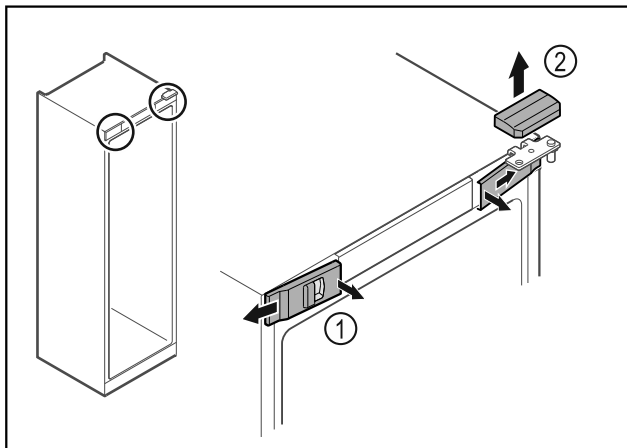

Fig. 7*
- ▶ Voorste afdekking Fig. 7 (1) binnen ontgrendelen en naar de zijkant toe verwijderen.*
- ▶ Bovenste afdekking Fig. 7 (2) naar boven toe verwijderen.*